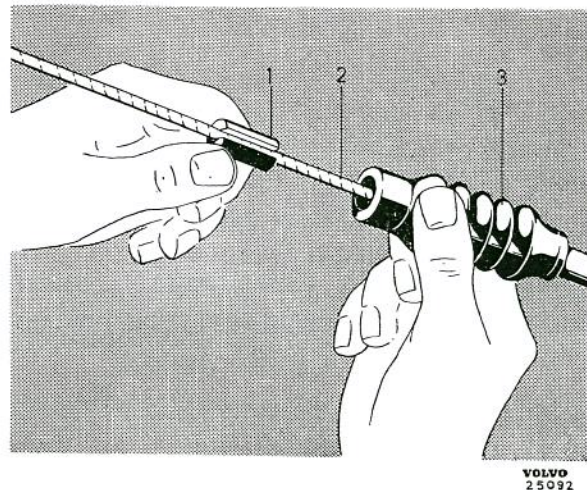

Bild 35. Montering av gummikåpa.
Den nya kåpan trädes över fjädern resp. skyddshöljet till sitt läge på vajern och detaljerna sättes ihop. Den uppslitsade tätningssproppen (1 bild 35) sättes på vajern (2) och tryckes in i gummikåpan (3). Montera nav och hjul, jämför op. 3 under "Montering av vajer utan skyddshölje".